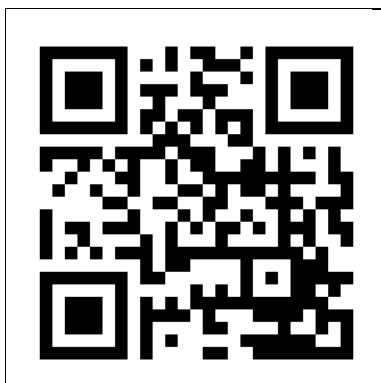

Figura 15
1. Deschideți manualul aplicației Eurom Smart cu codul QR (Figura 15) sau accesați [www.eurom.nl/nl/manuals](http://www.eurom.nl/nl/manuals).